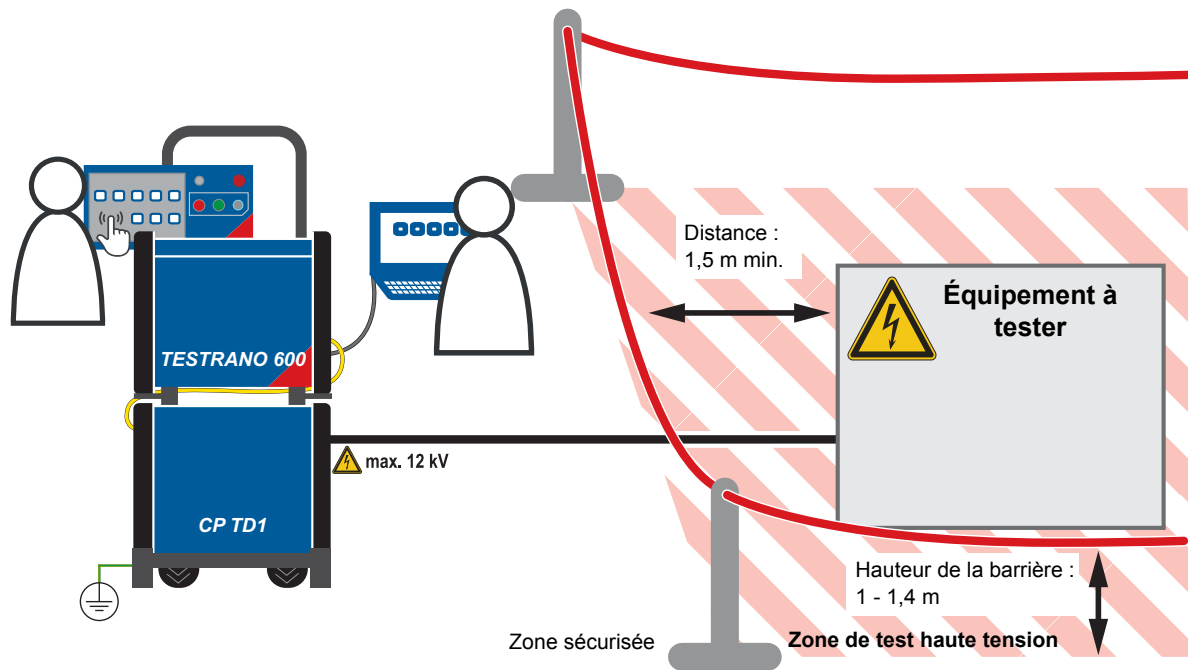

Figure 1-1: Illustration de la zone sécurisée et de la zone haute tension établies pour l'utilisation du *TESTRANO 600* et du *CP TD1*
- ▶ Séparer la zone de travail – voir la Figure 1-1: «Illustration de la zone sécurisée et de la zone haute tension établies pour l'utilisation du *TESTRANO 600* et du CP TD1» page 5.